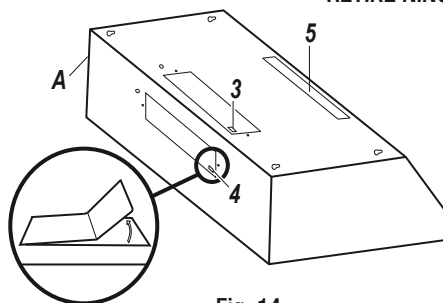

Fig. 14
- Escoja el orificio de ventilación para su tipo de instalación. Utilice el orificio superior (3) para una instalación de ventilación por la parte superior y el orificio posterior (4) para una instalación de ventilación por la parte posterior (no disponible en QR019) y el orificio superior 5 cuando no tenga escape exterior, sino interior (disponible en las unidades QR001, QR003 y QR006).
- Si está utilizando ventilación exterior, retire con cuidado la tapa (3 o 4) del orificio de ventilación adecuado utilizando un destornillador plano o pinzas de punta de aguja (consulte la Fig. 14). Tenga cuidado de no dejar restos dentro de la campana extractora (A).